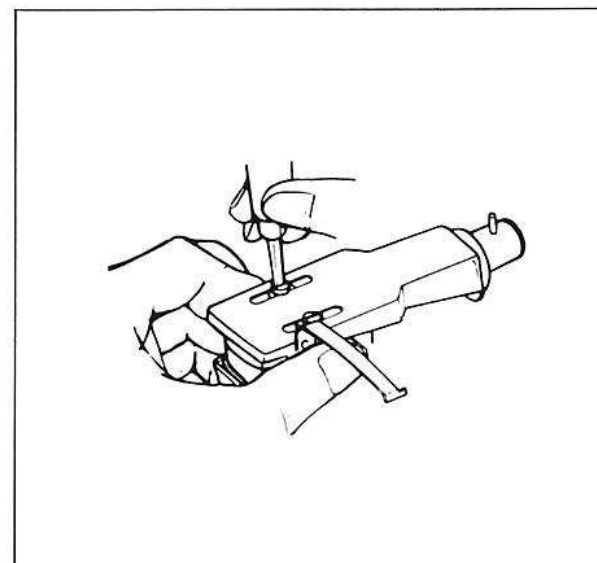

Bild 9
Entriegeln Sie bitte den Tonarm und bringen Sie den Tonarm-Lifthebel ④ in die obere Stellung. Der Tonarm ⑥ wird dadurch von der Tonarmstütze ⑤ abgehoben. Führen Sie den Tonarm von Hand über die gewünschte Stelle der Schallplatte. Bringen Sie den Tonarm-Lifthebel ④ wieder in die untere Stellung. Der Tonarm senkt sich nun automatisch auf die Schallplatte ab. Nach dem Spielen der Schallplatte erfolgt die Rückführung des Tonarmes und das Abschalten automatisch. Es empfiehlt sich, bei längeren Betriebspausen den Tonarm wieder zu verriegeln und den Nadel-schutz aufzustecken. (Bild 9)
⑪ **Tonhöhen-Abstimmung**